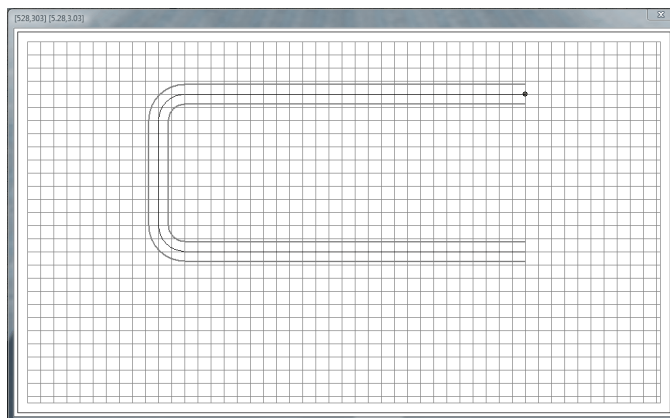

Figura 8-12: Cómo agregar segmentos de la cinta transportadora
2. Arrastre y seleccione el ícono de la llave. Aparece un puntero en forma de vara en la pantalla. Utilice este cursor para hacer clic en un punto de partida para la cinta transportadora. Éste se debería colocar en el lado derecho de la grilla, como se muestra en la Figura 8-12: Cómo agregar segmentos de la cinta transportadora. Aparece un punto de color rojo en la grilla.